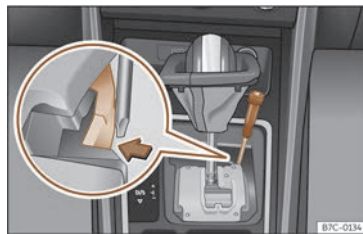

Fig. 95 Palanca selectora: desbloqueig d'emergència en la posició d'aparcament.
- Amb ajuda de la part plana d'un tornavís, premeu lateralment la pestanya groga i mantingueu-la pressionada >>> **fig. 95**.